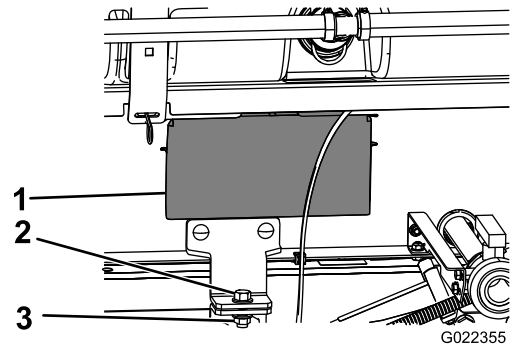

图 36
5. 卸下滑轨框架两侧的检修面板图 36。
8. 用螺栓 ½ x 1-½ 英寸和锁紧螺母 ½ 英寸将药缸滑轨总成的压紧支架固定到机器两侧机架的货斗支架上如图 36 所示。